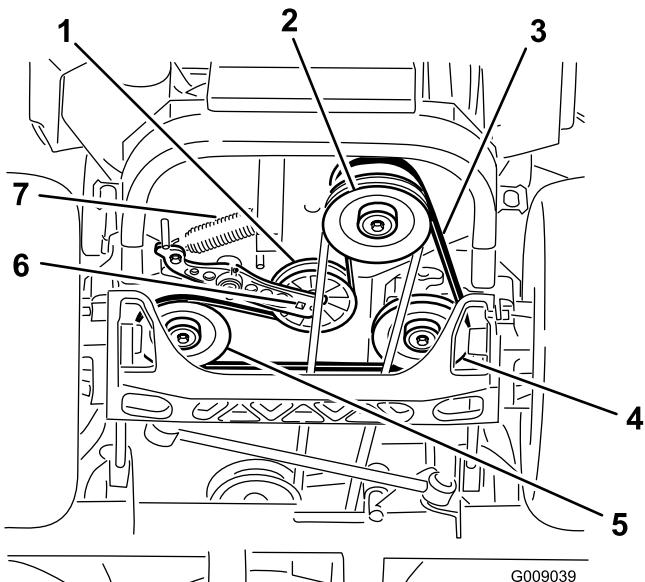

Figure 78
5. Insérez un rochet dans le trou carré du bras de la poulie de tension pour déposer le ressort de la poulie de tension (Figure 78).
6. Décrochez le ressort de la poulie de tension du châssis (Figure 78).
9. Insérez un rochet dans le trou carré du bras de la poulie de tension pour installer le ressort de la poulie de tension sur le châssis (Figure 78).
4. Soulevez la machine sur des chandelles (Figure 78).